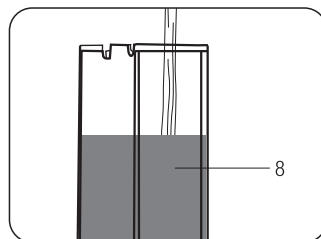

Fig.2
- Riempire il serbatoio con acqua fresca per un massimo di 1 Litro (**Fig.2**)